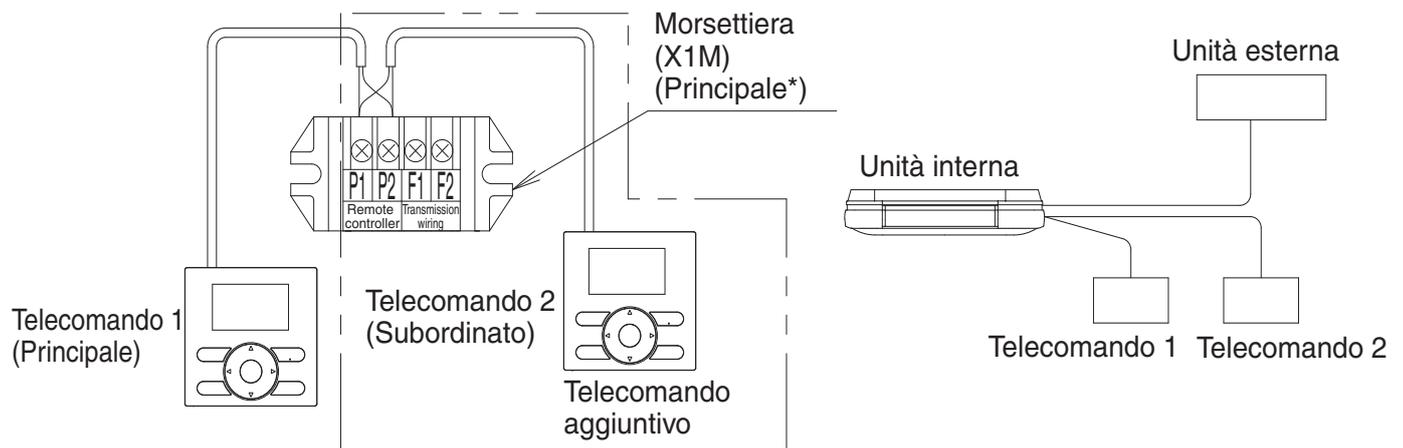

Fig. 46
- (1) Rimuovere il coperchio della scatola di comando secondo quanto indicato in “**8-3 METODO DI COLLEGAMENTO DEL CABLAGGIO**”.
- (2) Eseguire il cablaggio aggiuntivo dal comando a distanza 2 (Subordinato) ai terminali (P1·P2) per il cablaggio del comando a distanza sulla morsettiere (X1M) nella scatola di comando. (Non esiste polarità.) **(Fare riferimento alla Fig. 46)**